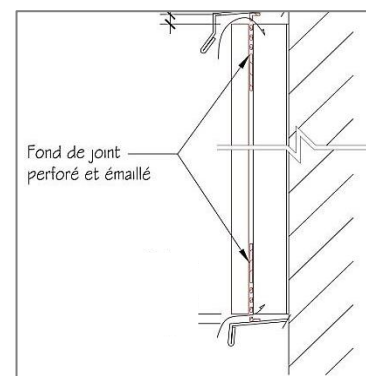

Figure 2
- Des grilles de ventilation sont incluses avec les matériaux. Positionner ces dernières (voir **Figure 2**) au bas du parement, au-dessus des ouvertures et au faîte du parement. Prévoir un espacement de 25mm (1") entre le panneau FINEX KOLORS et le solin afin de permettre une ventilation adéquate.